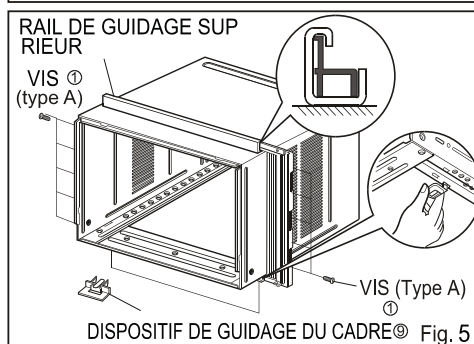

Fig. 5
6. Insérez les volets d'étanchéité dans le rail de guidage supérieur et dans les dispositifs de guidage du cadre. (Fig 5)
7. Fixez les volets d'étanchéité à l'appareil à l'aide de quatre vis de type A. (Fig 5)